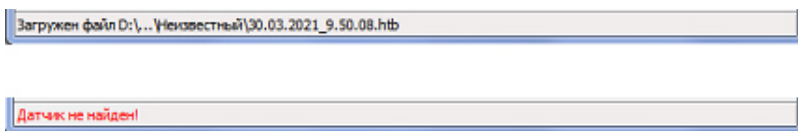

Рисунок 5.
5.1.9. Статус-панель (рисунок 5) предназначена для вывода информационных (чёрный шрифт) и аварийных (красный шрифт) сообщений пользователю.